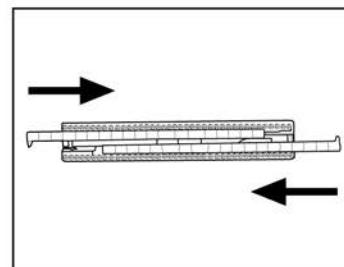

Fig. 9
Per il montaggio del telaio setolato per moquette e tappeti (26), inserire nelle apposite guide le spazzole rigide con le lingue rivolte all'interno (Fig. 9).